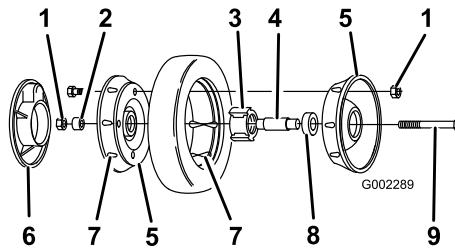

Figure 26
- Retirez le boulon, la bague d'espacement et le contre-écrou qui fixent la roue au bras de pivot (Figure 26).
- Séparez du pneu les deux moitiés de la roue en retirant les 4 boulons et 4 contre-écrous (Figure 26).
Remarque: Pour extraire les roulements de l'ensemble moyeu/roulement, appuyez sur la douille d'écartement des roulements (Figure 26).
- Posez le pneu sur une des demi-roues, en faisant correspondre les reliefs (Figure 26).
- Placez l'ensemble roulement/moyeu dans le trou central de la moitié de roue. Les ailes du moyeu doivent reposer sur le flasque de l'ouverture (Figure 26).
- Posez l'autre demi-roue sur l'ensemble moyeu/roulement en faisant correspondre les trous et les reliefs de la roue et du pneu (Figure 26).
- À l'aide de 2 vis ou boulons entièrement filetés (1/4-20 x 1,50 pouce) et d'écrous non-bloquants, réunissez les deux moitiés de roue sans les serrer. Installez les vis ou les boulons dans les trous opposés (Figure 26).
- Contrôlez l'alignement de toutes les pièces et serrez les vis alternativement d'un côté et de l'autre pour assurer un serrage uniforme, jusqu'à ce que les demi-roues soient réunies (Figure 26).
- Montez et serrez les 2 boulons et les 2 contre-écrous retirés auparavant dans les trous libres des demi-roues. Retirez les 2 vis ou boulons longs et remplacez-les par 2 boulons et 2 contre-écrous (Figure 26).
- Posez la roue sur le bras de pivot à l'aide des boulons, d'une entretoise et d'un contre-écrou. Vérifiez si la bague est bien placée entre le moyeu de la roue et le bras de pivot (Figure 26).